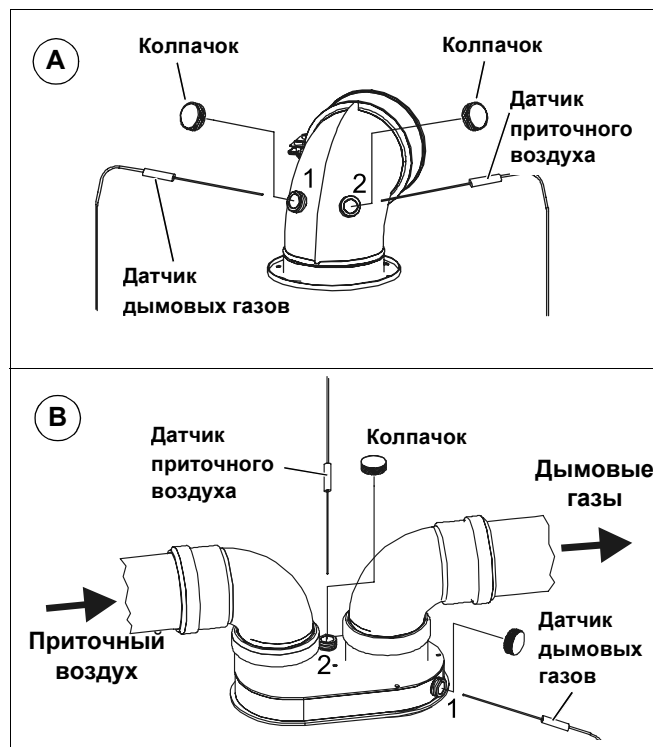

Рис. 27 Определение потерь с дымовыми газами (размеры в мм)
- Измерить в отверстии 2 (рис. 27, поз. А) температуру приточного воздуха (в °С)
- Измерить температуру дымовых газов (в °С) и содержание CO₂ или O₂ (в %) в отверстии 1 (рис. 27, поз. А)
- Измерить в отверстии 2 (рис. 27, поз. В) температуру приточного воздуха (в °С).
- Измерить температуру дымовых газов (в °С) и содержание CO₂ или O₂ (в %) в отверстии 1 (рис. 27, поз. В).